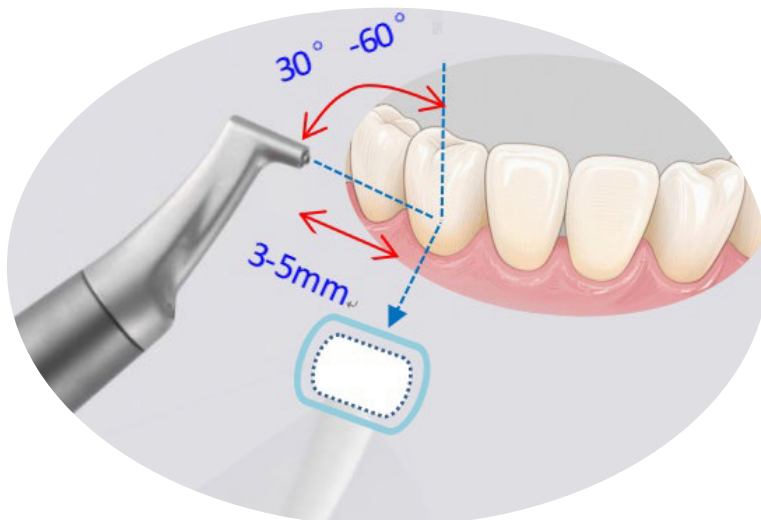

Fig. 1 Schéma de l'aéropolissage supragingival
3.3.5 Pendant le traitement de détartrage, aligner la buse sur la surface de la dent. Maintenez une distance de 3 à 5 mm entre la sortie d'air de la buse et la surface de la dent, et tenez la buse à un angle de 30 à 60° par rapport à la surface de la dent, comme illustré à la figure 1.